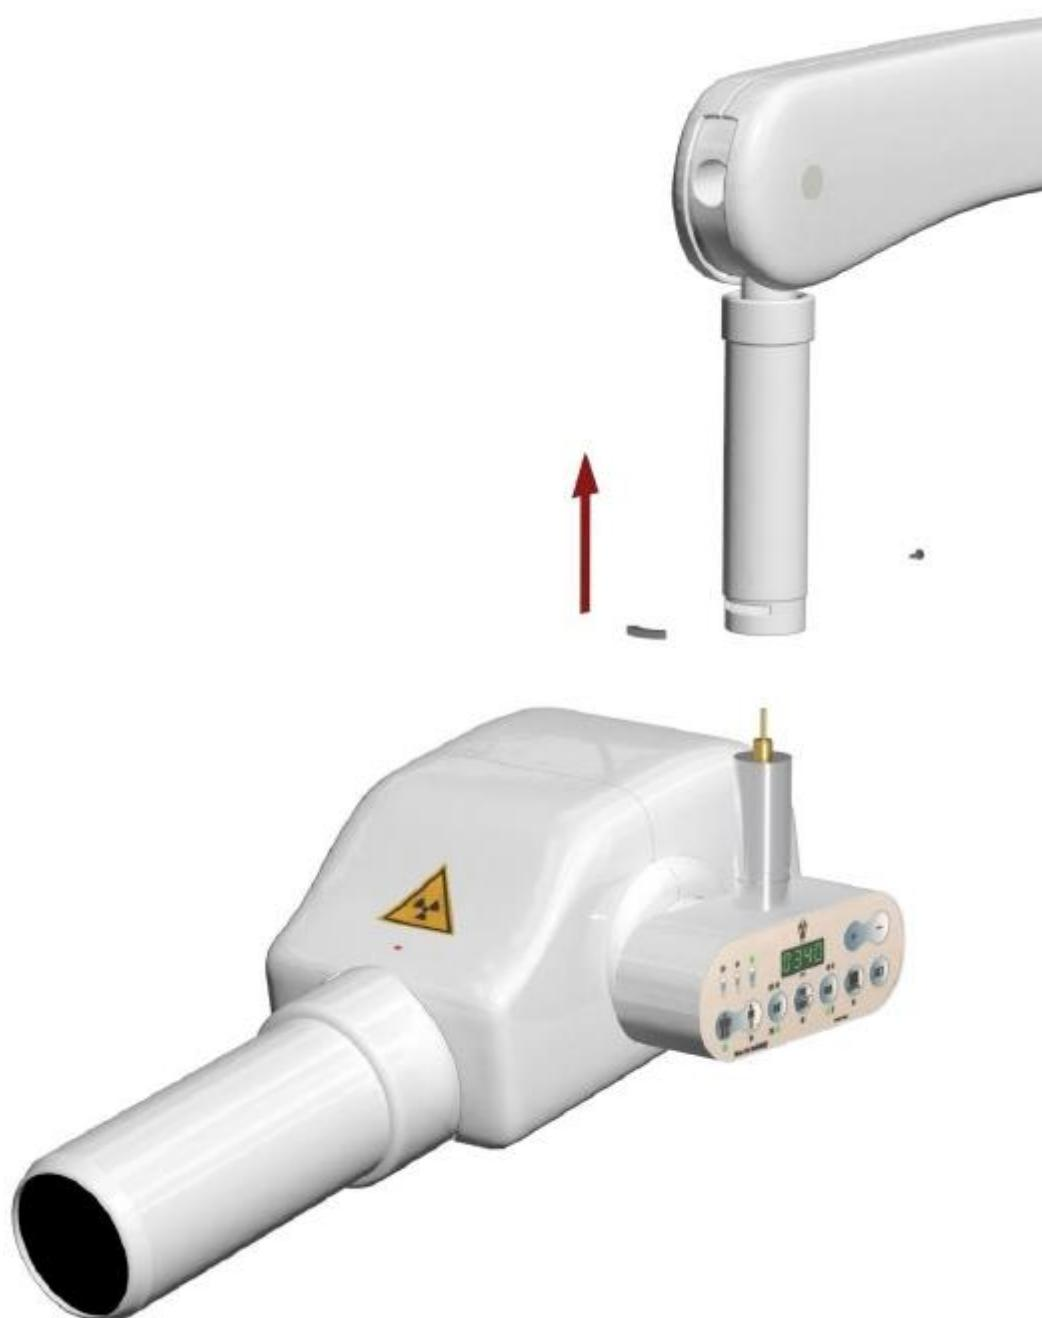

Рис. 8
- ✓ Вставьте моноблок **(E)** в плечо складное **(C)**, как показано на рис. 8